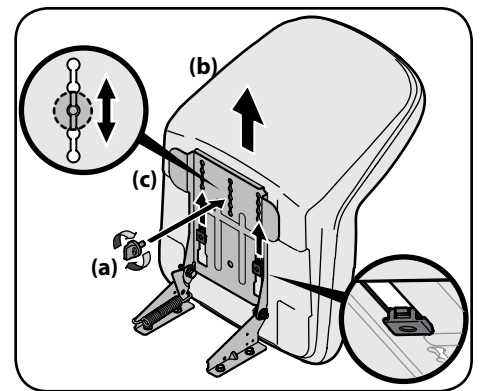

Figura 2-20
3. Deslice el asiento (b) hacia atrás en el soporte de pivote del asiento (c), alineando la ranura trasera central del soporte de pivote del asiento (c) con el orificio restante de la base del asiento (b). Consulte la Figura 2-20.
NOTA: Asegúrese que las dos lengüetas del asiento se enganchan en el soporte de pivote del asiento, como se muestra en el recuadro inferior derecho de la Figura 2-20.
4. Seleccione la posición deseada del asiento (b) y fíjelo con la perilla de ajuste (a) que retiró en el Paso 1. Consulte la Figura 2-20.
- Para ajustar la posición del asiento, retire la perilla de ajuste (a) que está en la parte inferior del asiento (b). Deslice el asiento (b) hacia adelante o hacia atrás, según lo desee. Vuelva a colocar la perilla de ajuste (a). Consulte la Figura 2-20.